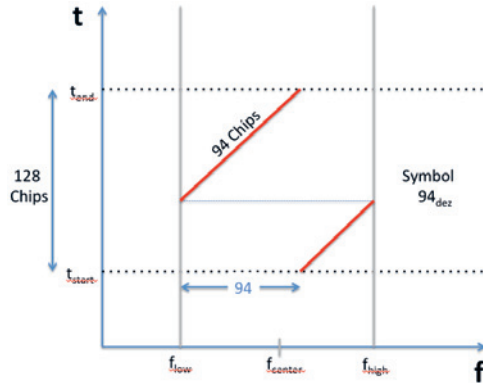

Bild 2: Up-Chirp für ein Symbol mit dem Dezimalwert 94.
Zur Übertragung von Datenworten unterteilt man einen Chirp in 2^{SF} Zeitscheiben die als Chips bezeichnet werden. Die Variable SF im Exponenten bezeichnet man als Spreading-Faktor. Mit dem Spreading-Faktor (SF) legt man die Anzahl der Bit fest, die mit einem Symbol kodiert werden können. Um einen Dezimalwert m zu übertragen, benötigt man entsprechend $\lceil \log_2 \cdot (m) \rceil$ Bit. Beispielsweise sind für den Dezimalwert 94 gleich 7 Bit notwendig. Bild 2 zeigt die Kodierung des Binärwerts 1011110